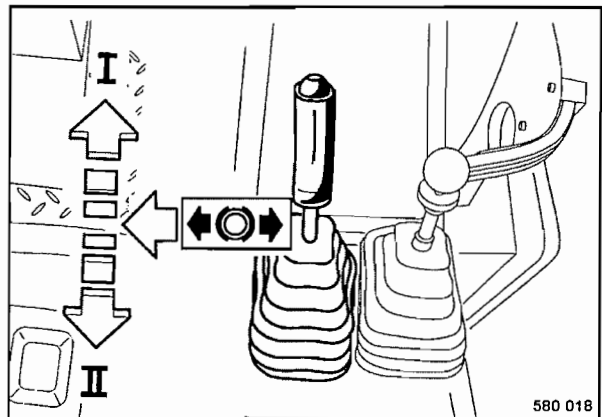

Fig. 110
- Desbloquear la palanca de marcha (Fig. 110) hacia la izquierda pero sin moverla en posición "I" ó "II".